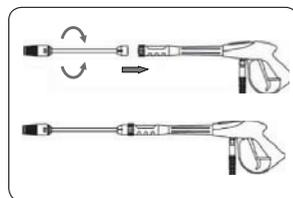

FIGURA 12
6. Conecte a ponteira de pulverização ao conjunto anterior (figura 12)